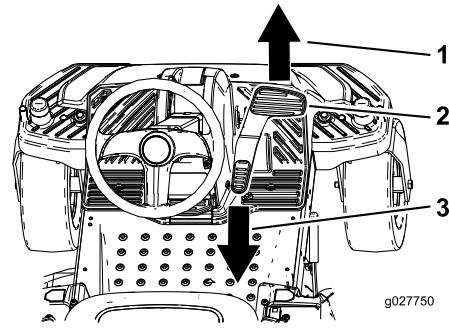

Figura 14
3. Ponga el pie sobre el pedal de control de tracción y pise lentamente la parte superior del pedal para desplazarse hacia adelante, o presione la parte inferior del pedal para desplazarse hacia atrás (Figura 14).